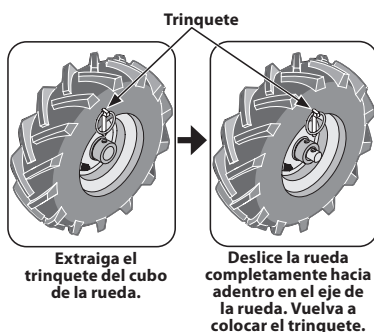

Figura 8
- Coloque un bloque resistente bajo la transmisión para elevar una rueda aproximadamente 1" del suelo. Extraiga el trinquete del cubo de la rueda y del eje de la rueda. Vea la Figura 8.
- Deslice la rueda completamente hacia adentro en el eje de la rueda. Reinstale el trinquete a través del eje de la rueda únicamente (no a través del cubo de la rueda). Vea la Figura 8. La rueda debe girar libremente (ruedas libres) sobre el eje de la rueda. Repítalo con la otra rueda.